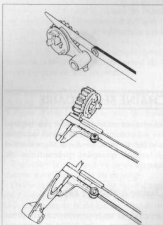

FIG. 3 BIS
- Le jeu entre fourchette de sélection et gorge (fig. 3 bis).
- La largeur des gorges de fourchette (fig. 3 bis).